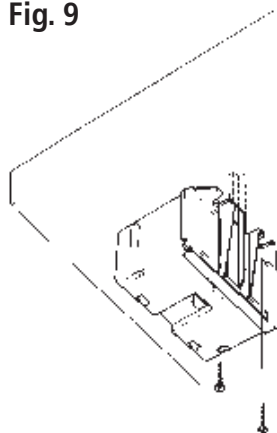

Fig. 6
3. Den abgewinkelten Montagerahmen (9) soweit aufschieben, bis dieser am Anschlag einrastet (Fig. 6).
3. Slide angled mounting frame (9) on the motor until it locks in place (fig. 6).